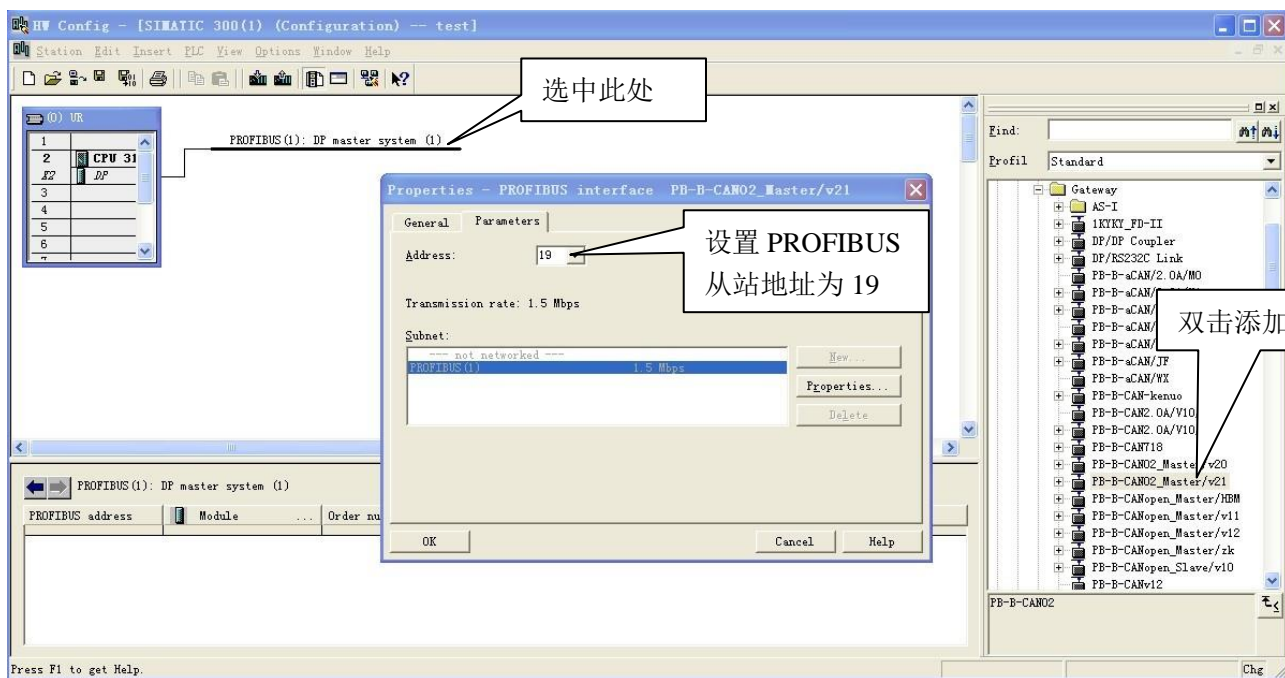

图 5-14
4、在目录 PROFIBUS DP/Additional Field Devices/Gateway 下找到 PB-B-CANO_Master /V21 添加从站，设置从站地址为 19（与产品正面的圆形拨码开关一致）。如图 5-14 所示